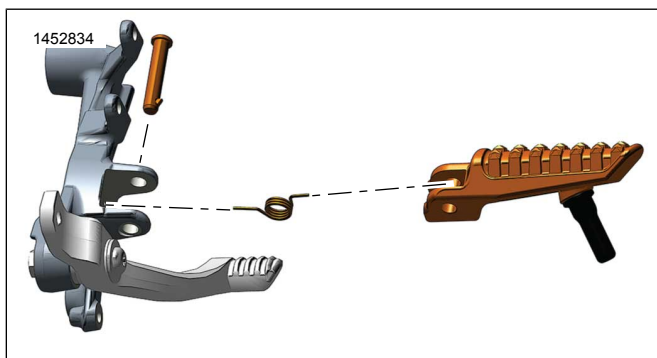
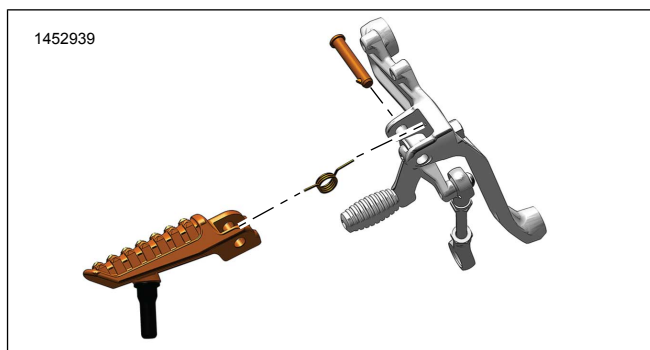

Figura 3. Pedalina - Pilota - Destra
Figura 4. Pedalina - Pilota - Sinistra
- a. Coprire l'area della molla di richiamo del gruppo della pedalina (B) con un panno da officina.
- b. Vedere Figura 3 o Figura 4 . Tirando il gruppo della pedalina verso l'esterno, rimuovere il gruppo dalla staffa.